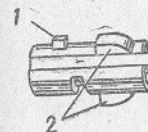

Рис. 15. Боевая личинка:
14. Боевая личинка (рис. 15) служит для запираения канала ствола. Она имеет: